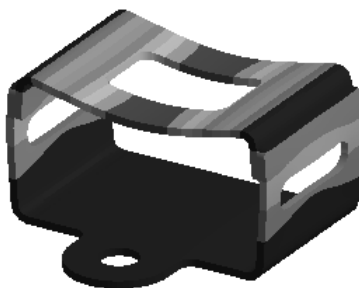

图 7.6.59 位移变形结果图解
(3) 查看位移变形结果图解。在“Outline”窗口中选中 **Total Deformation**，查看图 7.6.59 所示的位移变形结果，其最大位移为 0.023545 mm。